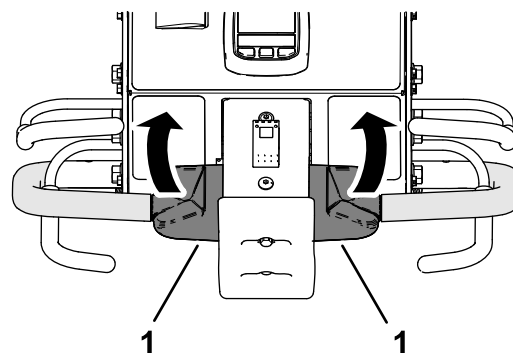

Figura 38
3. Mientras sostiene la barra de presencia del operador y la barra de aireación, gire la parte superior del control de tracción hacia atrás (Figura 38).